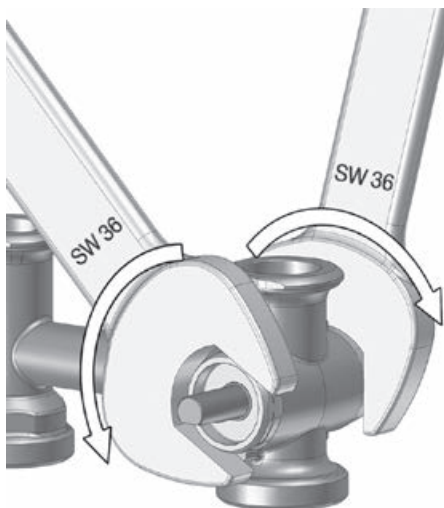

Fig. 19
1. Desserrer le manchon (1) et le bouchon en laiton (3) à l'aide de deux clés plates de 36 mm du corps de robinet et les démonter (fig. 19).